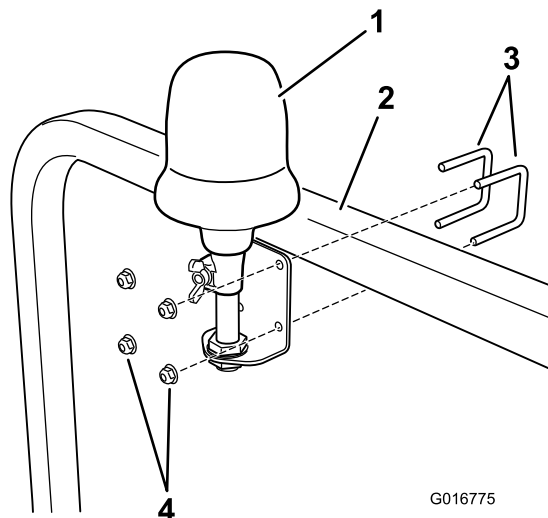

Figure 3
- Fixez solidement le support de gyrophare sur la barre de la structure ROPS avec les 2 étriers filetés et les 4 contre-écrous fournis (Figure 3).